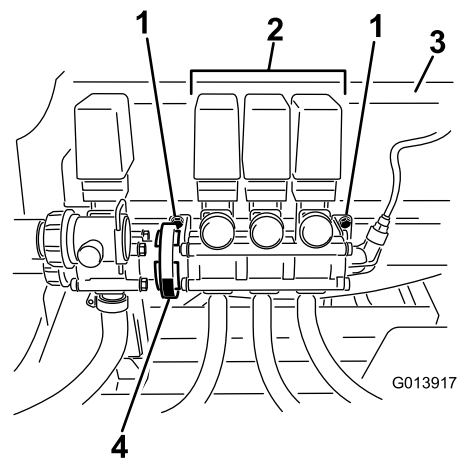

図3
2. ブームバルブ・アセンブリを取り付けブラケットに固定しているボルトをゆるめる外さないこと図3。